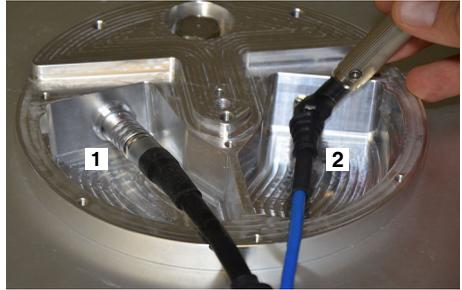

Figure 5: Connexions de câble
2. Déconnectez les connexions de câble ADFA (voir la Figure 5) :
5. Branchez les prises du câble RF à l'ADFA (voir la Figure 5) :
- a. Placez la prise de câble de commande du câble RF sur le connecteur de commande de l'ADFA (1), de sorte que le repère rouge sur la prise soit dirigé vers le haut et forme une ligne avec la fente du connecteur de commande. Enfoncez la prise avec la douille de verrouillage dans la connexion jusqu'à ce que le verrou de prise soit engagé.
- b. Placez la prise de connecteur SMA du câble RF sur le connecteur de l'ADFA (2). Serrez soigneusement cette connexion SMA à l'aide d'une clé dynamométrique (couple maximal $\leq 0,6$ Nm).